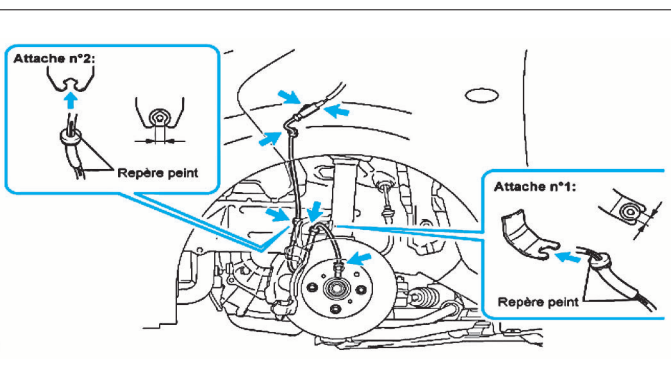

FIG. 20
- Débrancher le connecteur du capteur (fig. 20).